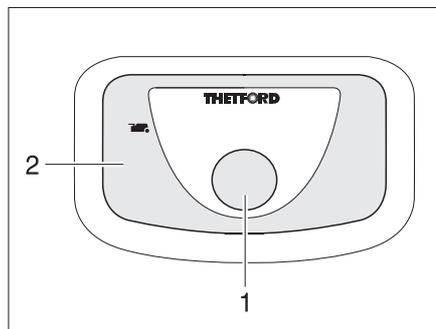

Bild 158 Spülknopf/Kontroll-Leuchte Thetford-Toilette
- Zum Spülen den blauen Spülknopf (Bild 158,1) drücken.
Die Kontroll-Leuchte (Bild 158,2) leuchtet, wenn die Thetford-Kassette entleert werden muss.
- Den Schieberhebel (Bild 158,1) im Uhrzeigersinn schieben. Der Schieber wird geschlossen. Zum Entleeren **muss** in der Thetford-Toilette der Schieber geschlossen sein.